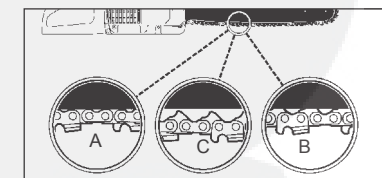

Fig. 6
ATTENTION : Si une chaîne est TROP TENDUE ou TROP LACHE, le pignon, le guide-chaîne et les roulements de la tronçonneuse s'useront plus rapidement. Étudiez la Fig. 6 pour tout renseignement concernant la bonne tension à froid (A), à chaud (B) et servez-vous en comme guide si la chaîne de la tronçonneuse doit être réglée